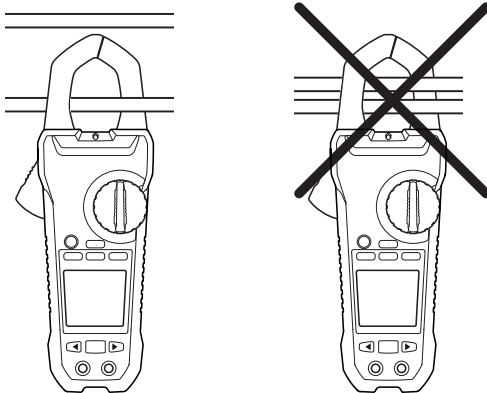

Figure 5.1 Configuration correcte et incorrecte
En cas de mesure de courant à l'aide des mâchoires de la pince, un seul conducteur doit être entouré par les mâchoires. Reportez-vous à la figure 5.1.
5. Appuyez sur le déclencheur pour ouvrir les mâchoires de la pince. Insérez un conducteur. Reportez-vous à la figure 5.1. Pour des résultats optimaux, centrez le conducteur dans les mâchoires.
3. Appuyez sur le déclencheur pour ouvrir les mâchoires de la pince. Insérez un conducteur. Reportez-vous à la figure 5.1. Pour des résultats optimaux, centrez le conducteur entre les mâchoires.